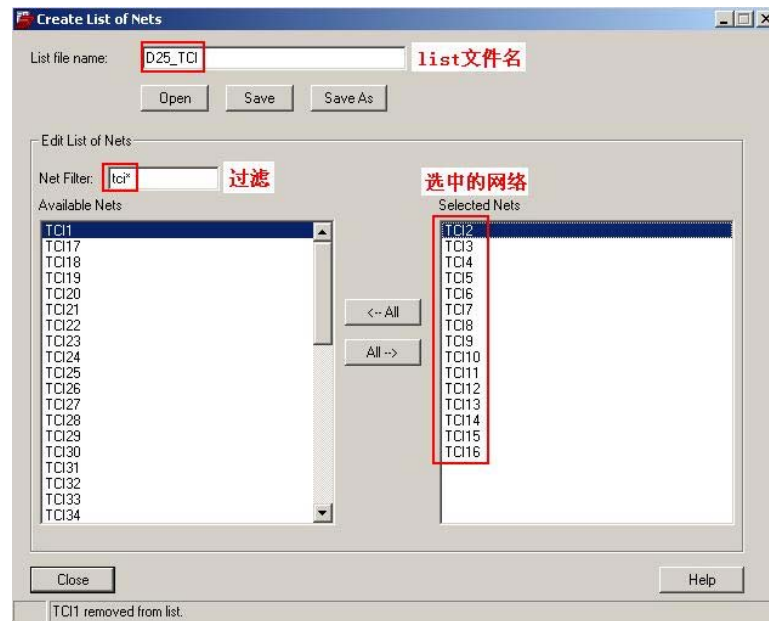

图 3—3 Create List of Nets 窗口
1) 在 PCB SI 中执行 Analyze ->SI/EMI Sim ->Probe...启动 Signal Analysis 界面，如图 3—2 所示。